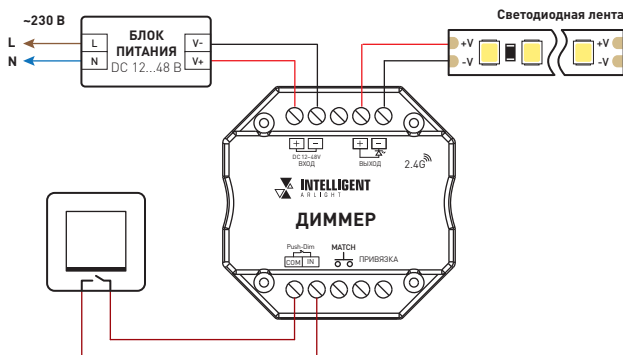

Рис. 3. Схема подключения диммера
- 3.2. Подключите диммер в соответствии со схемой на рис. 3.